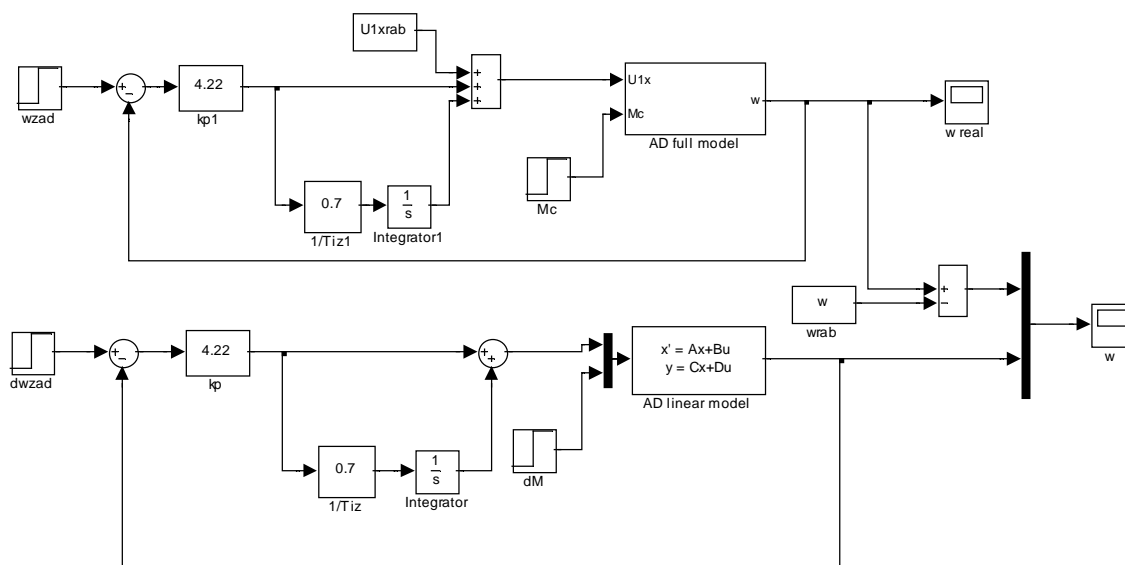

Рис. 4. Сравнение моделей системы
5. Simulink-модели систем управления с исходной и линеаризованной моделями АД разместим в одном окне (рис. 4).